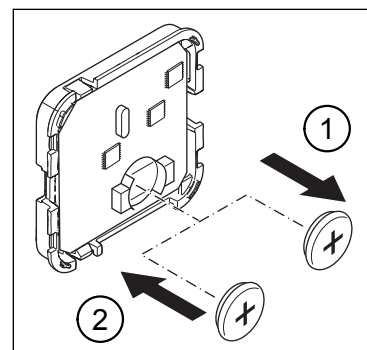

Abb. 5: Batterie wechseln
- ▶ Entfernen Sie die leere Batterie (Pos. 1 in Abb. 5) aus der Elektronikereinheit.
- ▶ Setzen Sie die neue Batterie (Pos. 2 in Abb. 5) in die Elektronikereinheit ein. Die Status-LED (Pos. 5 in Abb. 1) am Funktaster blinkt 1 Mal orange.